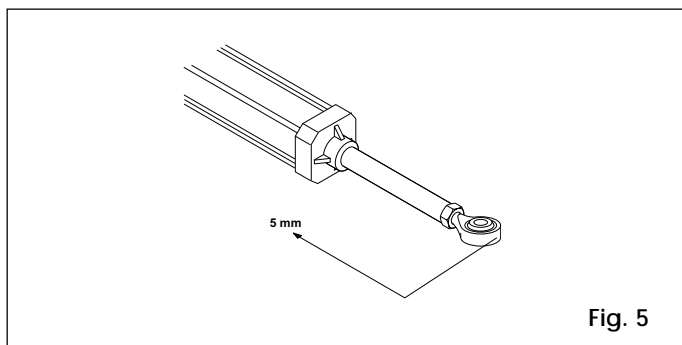

Fig. 5
- 5) Sacar completamente el vástago, hasta el tope, y retrocederlo unos 5 mm (Fig. 5).